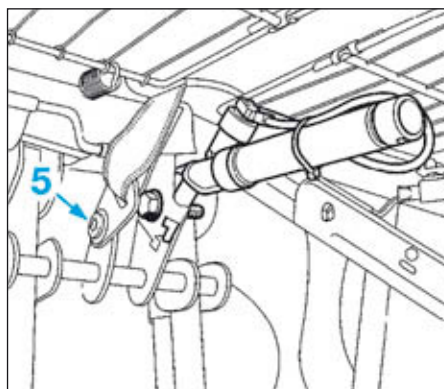

FIG.21
- Déposer (Fig.21) :
- la vis (5) de la fixation inférieure de ceinture de sécurité centrale avant équipée de sa rondelle,